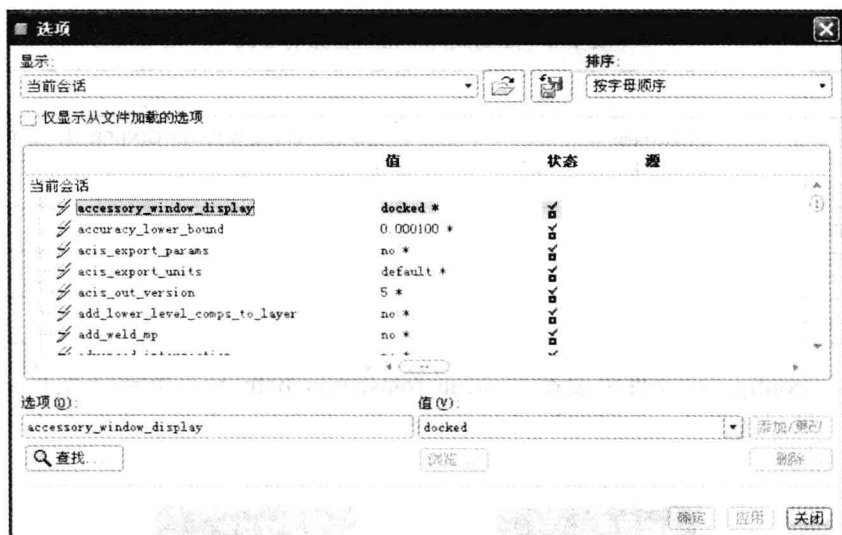

图 1-13 【选项】对话框
STEP 1 选择【工具】|【选项】命令, Pro/ENGINEER 系统弹出【选项】对话框, 去掉 ☒ 仅显示从文件加载的选项 前面的“√”, Pro/ENGINEER 系统中的当前进程就会全部显示出来, 如图 1-13 所示。
STEP 2 在选项 (O) 或 查找选项中选择要添加的参数, 接着在值 (V) 选项中设置需要的值, 单击 **添加/更改** 按钮, 然后单击 **确定** 按钮, 将文件保存到 config.pro 文件后, 最后单击 **确定** 按钮即可。